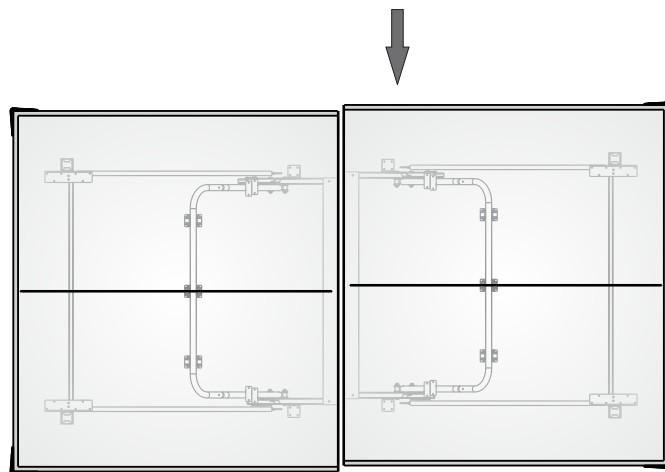

Figura 9
SI LA MESA NO ESTA ALINEADA CORRECTAMENTE: (ver Figura 9)
3. Con la ayuda de otros dos adultos, empuje las dos mitades de la mesa hasta que estén alineadas las dos mitades y volver a apretar las tuercas con alas (# 34) como se muestra en la Figura 9.